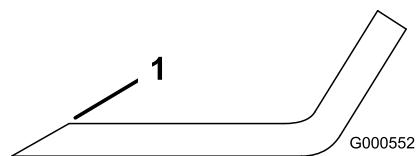

Figure 53
1. Au moyen d'une lime, aiguiser les tranchants aux deux extrémités de la lame (Figure 53).
Remarque: Si la lame est déséquilibrée, limez un peu l'extrémité de l'ailette seulement (Figure 53).